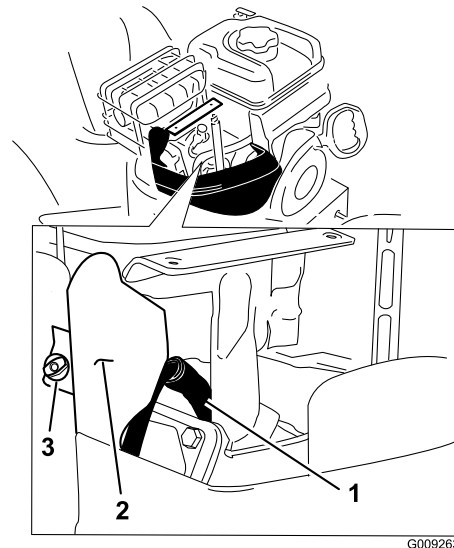

Bild 45
4. Nehmen Sie die Daumenschraube der Halterung von der Halterung ab (Bild 45).
5. Reinigen Sie den Bereich um den Anschluss der Zündkerze (Bild 45).